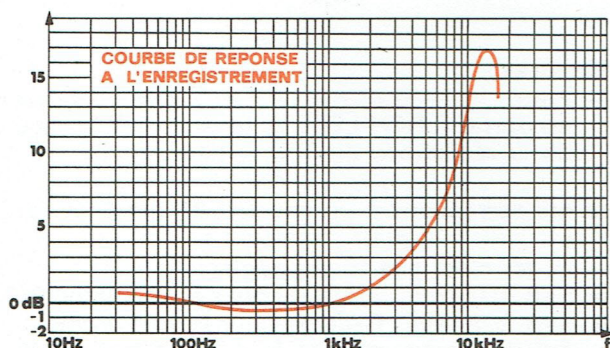

Fig. 23
### 3° COURBE DE RÉPONSE (Fig. 23)
- Les rapports de V en fonction de la fréquence, à la tension V à  $f = 1 \text{ kHz}$  sont représentés par la courbe de la figure 23.